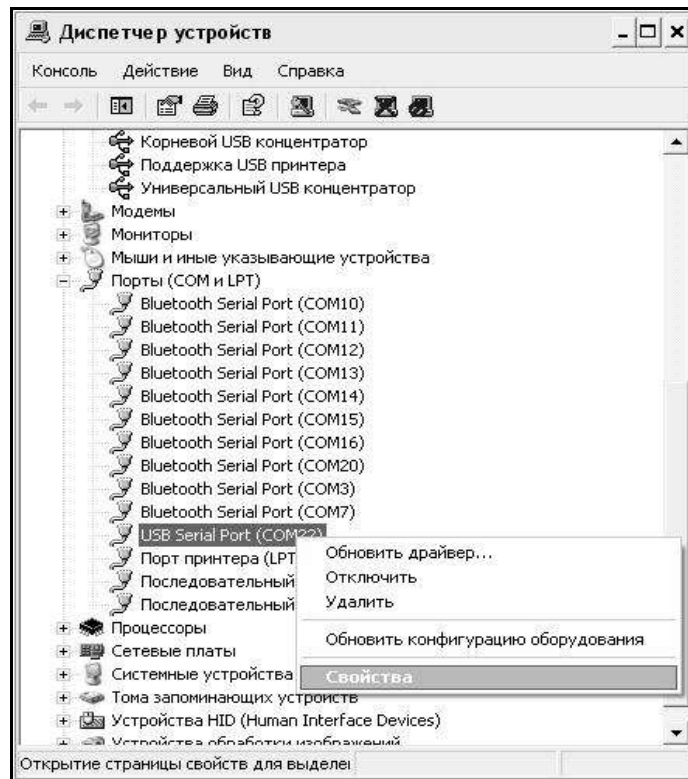

Рисунок 2.4 – Окно диспетчера устройств
- найти строку «USB Serial Port (COM №)», в скобках указан номер COM-порта; если номер в скобках «1», то настройка завершена и ничего менять не нужно, если в скобках другой номер, необходимо вызвать окно свойств «USB Serial Port (COM №)» (правой клавишей мыши щелкнуть по строке USB Serial Port (COM №) и выбрать пункт меню «Свойства») (рисунок 2.4),